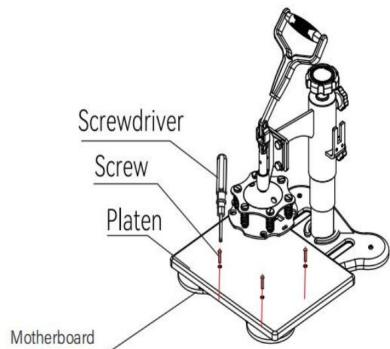

Fig 4
3. Legen Sie die Platine flach auf das Motherboard und richten Sie die Platine an den Löchern auf dem Motherboard aus. Setzen Sie die Schraube ein und verriegeln Sie sie mit einem Schraubendreher (wie in Abbildung 4 gezeigt)